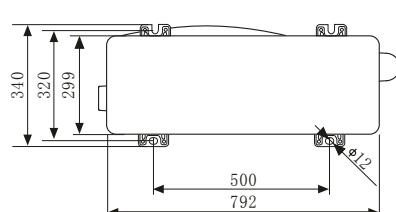

图2
(2) 尽量安装于房屋的东或北方。如装于南或西方是无可避免时, 应有遮盖物遮盖。
(3) 最好不要安装在污秽或雨淋的地方。
(4) 尽量靠近室内机组安装。
(5) 室外机外形尺寸及安装固定孔位置见图2。